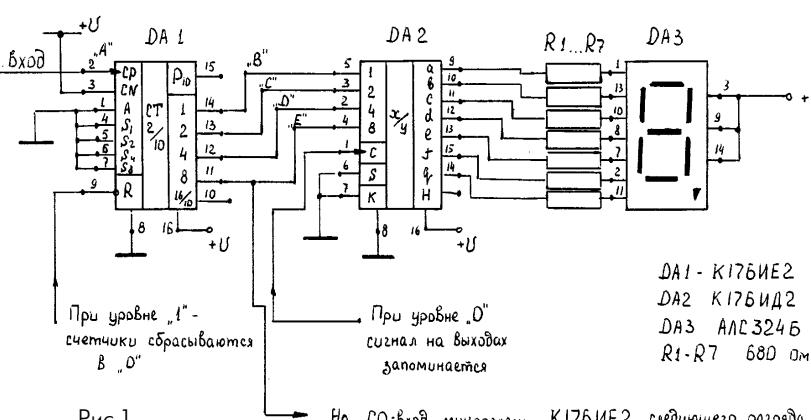
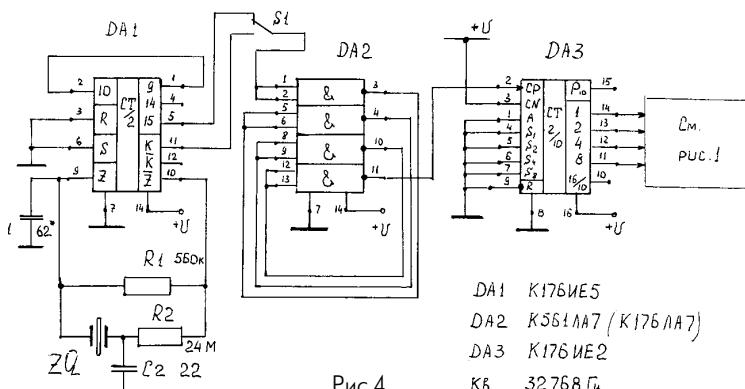

Рис.1
Рис.4
- Никакого такого, как ты полагаешь, "исследовательского центра" здесь не требуется - веско сказал Сан-Саныч. - А требуетася здесь, юные мои друзья, некий специализированный узелок, принципиальная схема которого показана на **рис.4**. Оконцовка этого узелка должна быть в точности такой, что была ранее показана на **рис.1**.